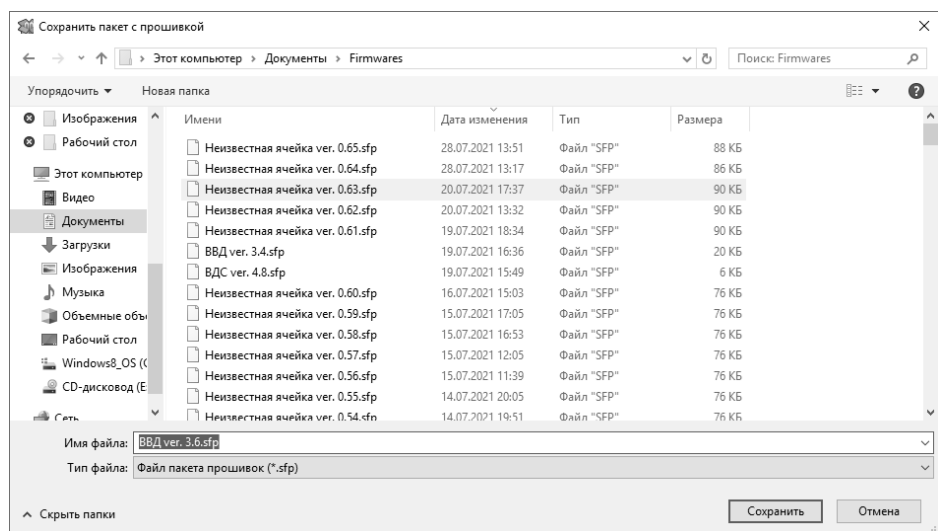

Рисунок 2.6 - Окно сохранения файла формата «.sfp»
- В открывшемся меню выбрать папку, в которую требуется поместить результирующий файл архива «.sfp» и нажать кнопку «Сохранить» (рисунок 2.6).